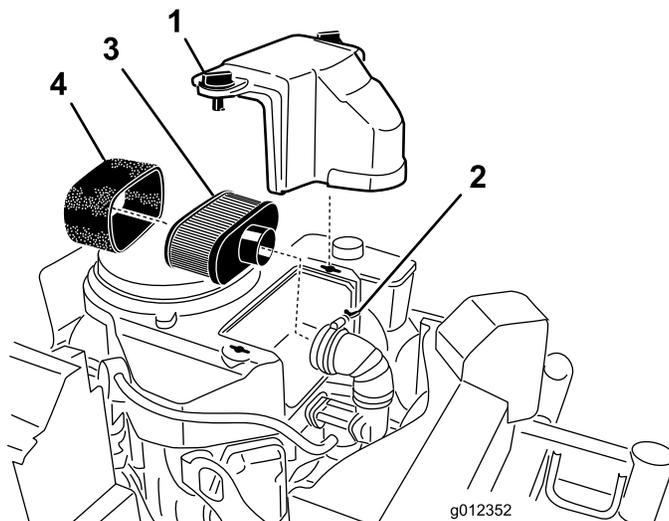

Figura 24
3. Limpie alrededor del limpiador de aire de forma que la suciedad no penetre en el motor y cause daños (Figura 24).
4. Desenrosque los pomos de la tapa y retire la tapa del limpiador de aire (Figura 24).
5. Desenrosque la abrazadera y retire el conjunto del limpiador de aire (Figura 24).
6. Retire cuidadosamente el filtro de gomaespuma del filtro de papel (Figura 24).
1. No limpie el filtro de papel. Cámbielo (Figura 24).
1. Deslice cuidadosamente el elemento de gomaespuma sobre el elemento de papel del limpiador de aire (Figura 24).
2. Coloque el conjunto del limpiador de aire sobre la base del limpiador de aire y fíjelo con dos tuercas de orejeta (Figura 24).
3. Coloque en su posición la cubierta del limpiador de aire y apriete el pomo de la cubierta (Figura 24).